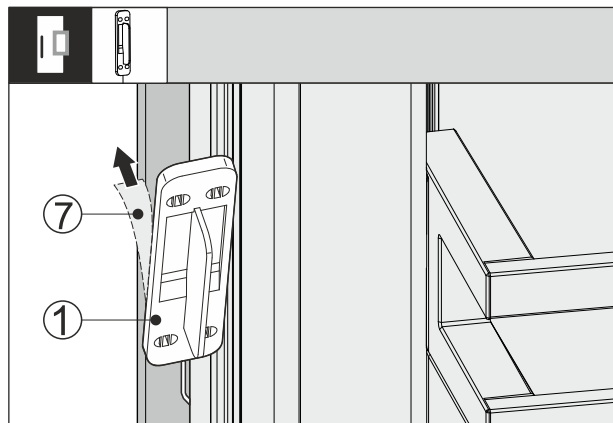

Fig. 66
- ▶ Skinite zaštitnu foliju Fig. 66 (7) na stražnjoj strani senzora Fig. 66 (1) kucanja.